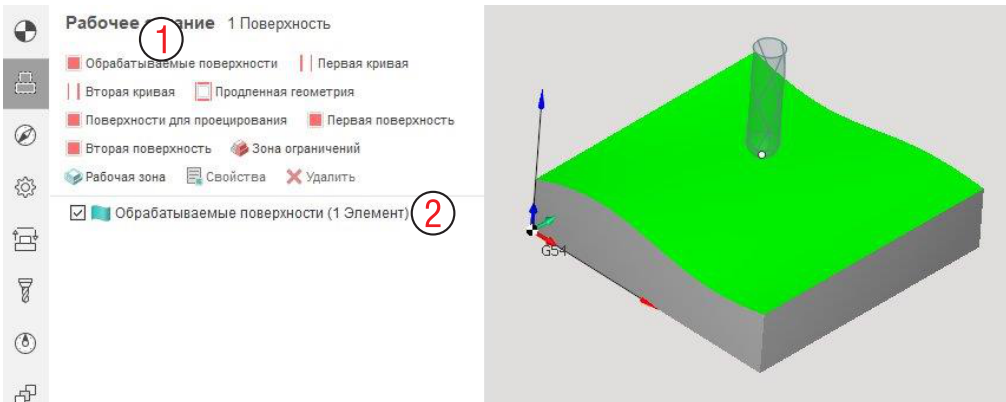

Рис. 13-2. Рабочее задание операции 5D по поверхностям.
Создайте новую операцию **5D по поверхностям**. На вкладке **Рабочее задание** выберите поверхность, как показано на рис. 13-2 и нажмите на иконку **Обрабатываемые поверхности** (1). Выбранные объекты появятся в списке (2).